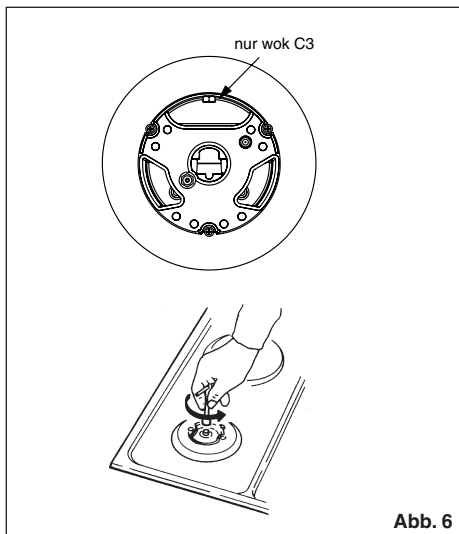

Abb. 6
Anpassung an einen anderen Gastyp (Abb. 6)
- bei der Einstellung des Mindestwertes, den Hahnhebel auf das Minimum drehen und die Einstellschraube am Hahn mit entsprechendem Schraubenzieher drehen (Abb. 6). Bei Betrieb mit Flüssiggas (Butan- / Propangas) Einstellschraube fest anziehen.